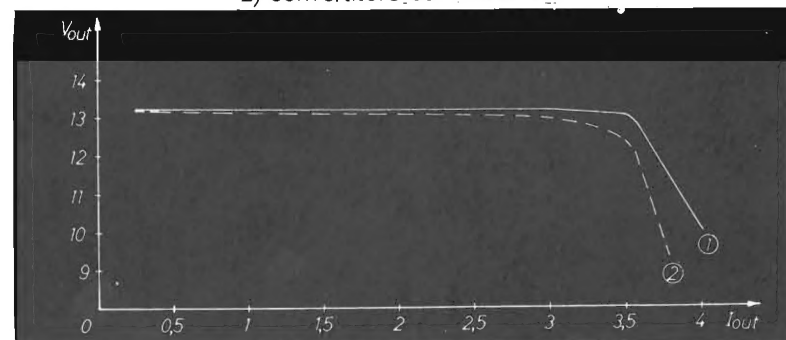

figura 6 - Tensione d'uscita in funzione del carico per  $V_{in} = 24V$
2) la caratteristica d'uscita rilevata sullo stesso switching con due diversi esemplari di IC1 (figura 6); 3) la caratteristica di ingresso del regolatore, cioè la misura della  $V_{out}$  per  $I_{out} = 2,5A$  al variare della tensione d'ingresso  $V_{in}$  da 18 a 30V (figura 7).